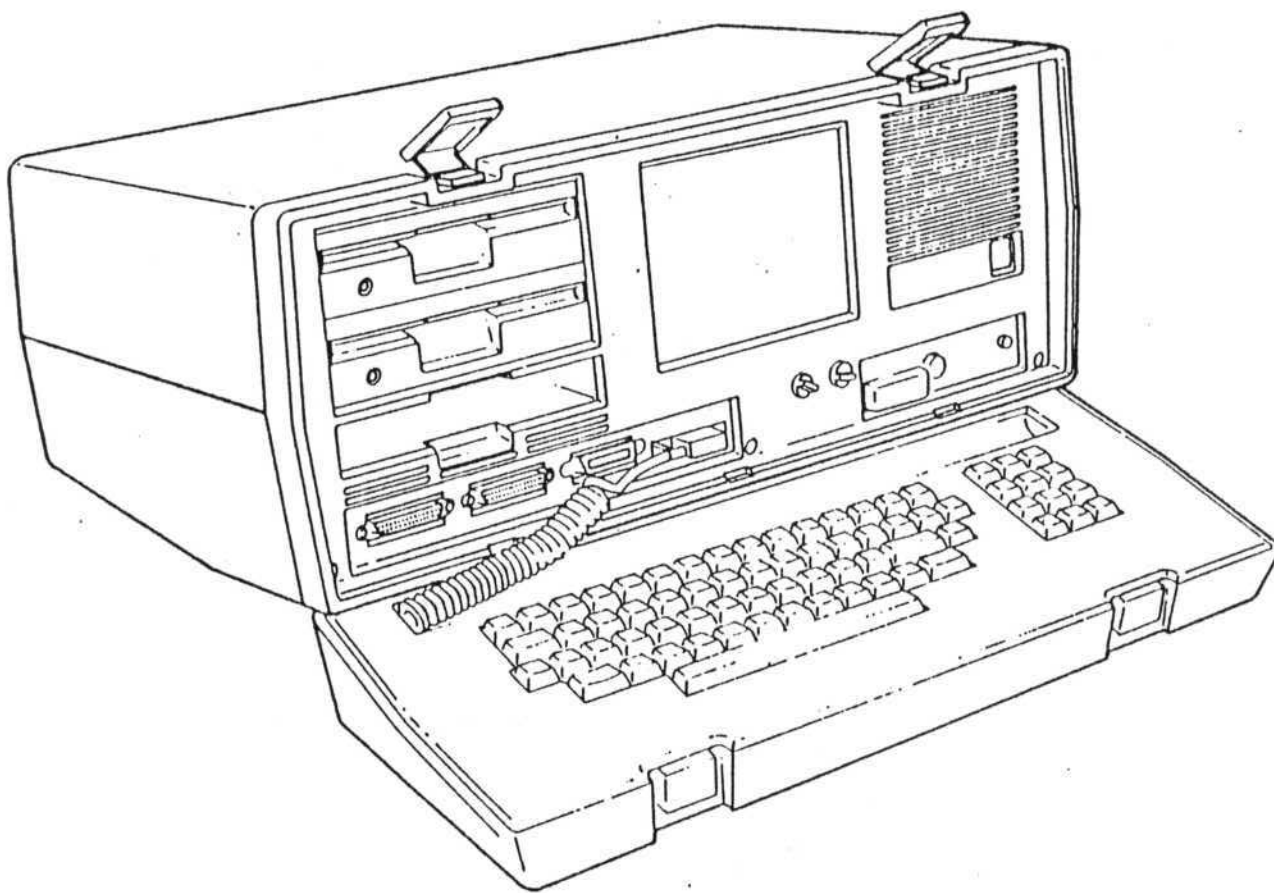

Bild 21
4. Tastatur mit dem Computer verbinden (Bild 21).